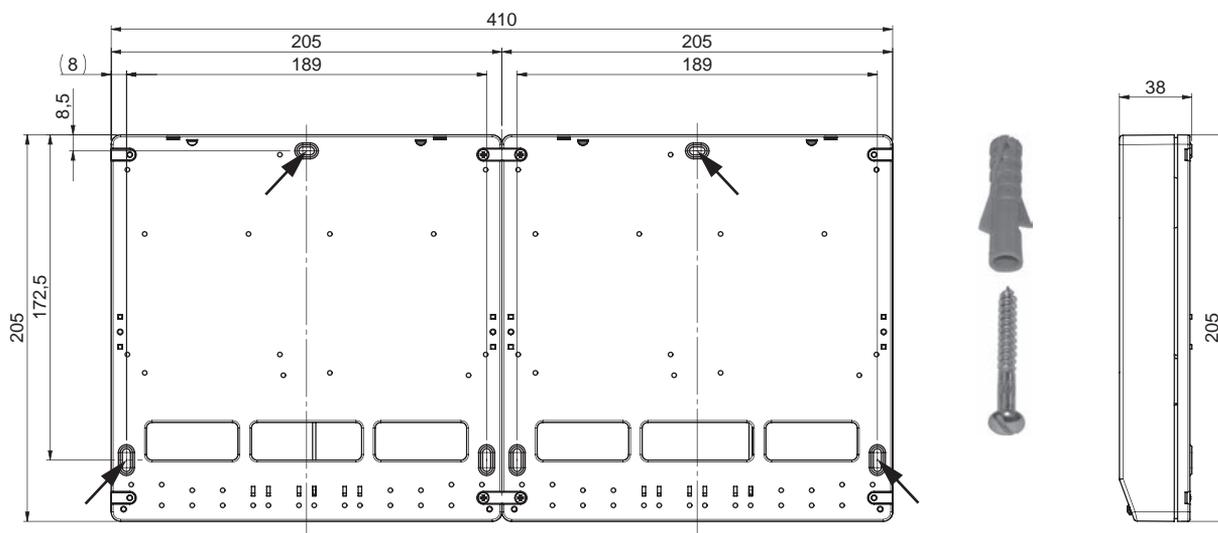

Fig. 54 Schizzo quotato - vista da dietro
- Praticare i fori di montaggio ( $\varnothing$  6 mm) nel muro come nello schizzo (Fig. 54).